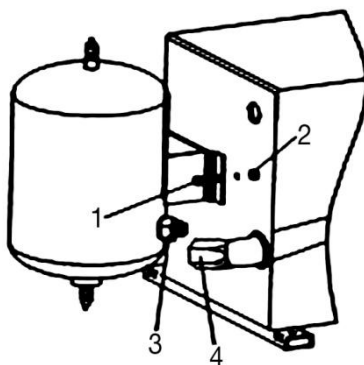

Abb. 11
6. Montieren Sie den Lufttank an der Rückseite der Montagemaschine (Abb. 11) und befestigen diesen mit der Mutter 1 (Abb. 11) auf den Stehbolzen 2 (Abb. 11), befestigen Sie den Schlauch 4 mit dem Stutzen 3 am Lufttank.